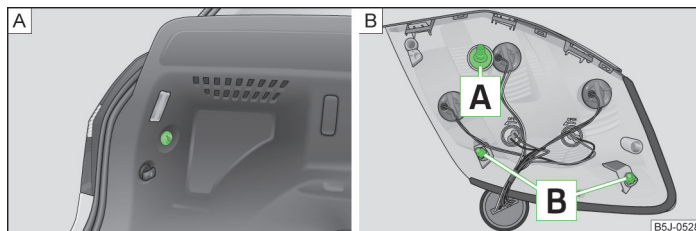

Abb. 162 Kunststoffmutter / Rückleuchte
- › Mit einer Hand die Rückleuchte festhalten und mit der anderen Hand die Kunststoffmutter » Abb. 162 - **A** abschrauben.
- › Zum erneuten Einbau die Rückleuchte zuerst mit der Schraube **A** in die Öffnung in der Karosserie einsetzen » Abb. 162.
- › Mit einer Hand die Rückleuchte festhalten und mit der anderen Hand die Mutter » Abb. 162 - **A** aufschrauben und festziehen.